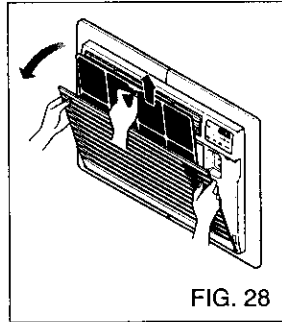

FIG. 28
- Empuje la rejilla de entrada hacia delante y saque el filtro de aire. (FIG. 28)